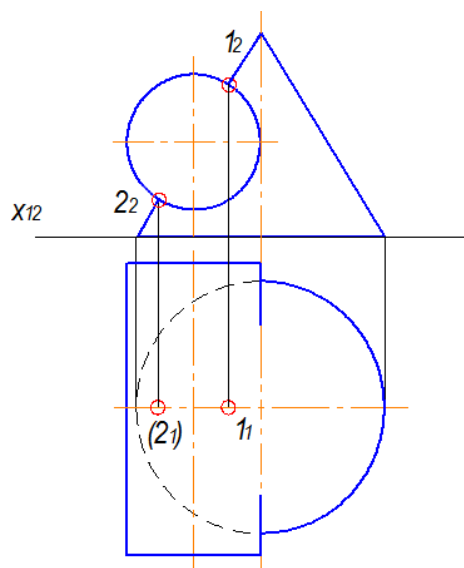

Рисунок 14 – Крок 1 алгоритму виконання РГР № 3
1. Визначити проєкції опорних точок, які не потребують додаткових побудов, крім проведення ліній зв'язку (рис. 14).